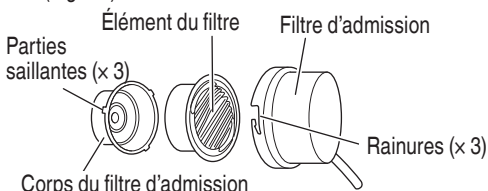

Fig. 6A
- Tournez le filtre d'admission dans le sens anti-horaire jusqu'à ce qu'il s'arrête, puis retirez le capuchon du filtre d'admission et l'élément du filtre. (Fig. 6A)